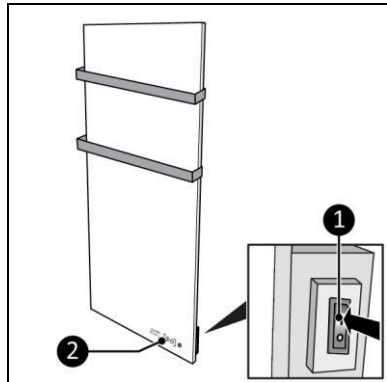

Abbildung 14
1. Stellen Sie den EIN/AUS-Schalter auf EIN (Abbildung 14, Pos. 1).
2. Die Schalttafel und die Anzeige (Abbildung 14, Pos. 2) leuchten auf.